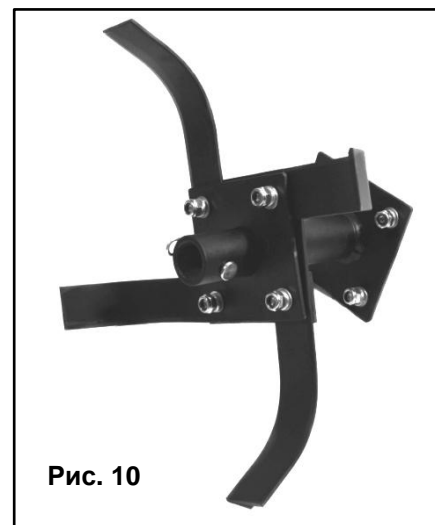

Рис. 10
Данные модели имеют разборные фрезы. Для сборки фрезы к раме фрезы необходимо закрепить по 4 лопасти на каждую сторону. Лопасти устанавливаются перекрестно друг другу и надежно закрепляются винтами. В итоге сборки фрезы, на каждой стороне рамы фрезы, у Вас должна получиться конструкция как на рисунке. (См. Рис. 10). После того, как фреза будет полностью собрана, она устанавливается на ведущий вал культиватора, и закрепляется стопорным пальцем и шплинтом.
- Очистите поверхность около свечи зажигания (3) (См. Рис. 10)